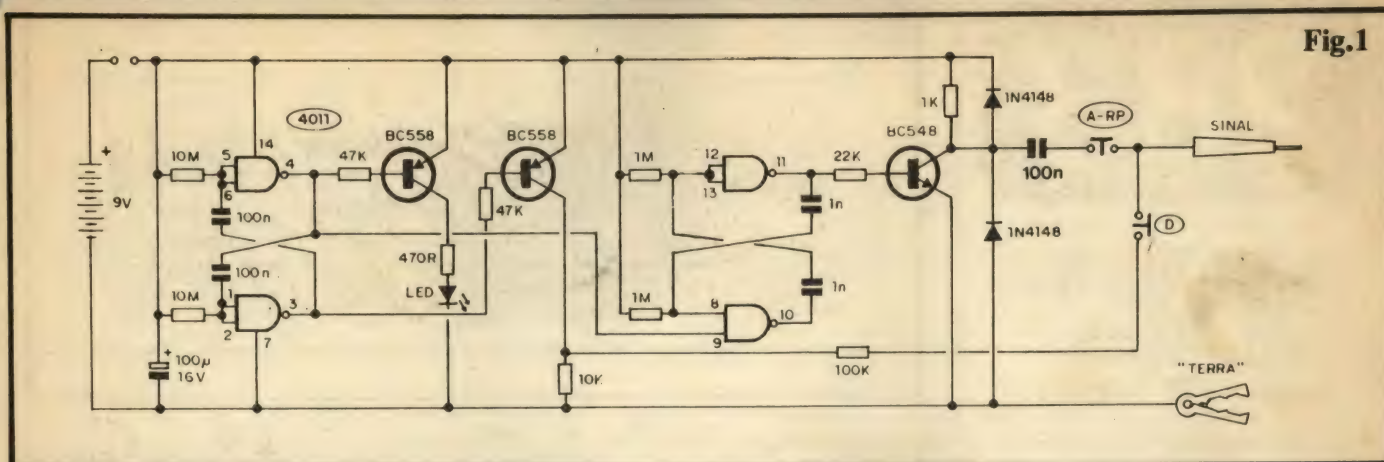

Fig.1
- FIG. 1 - O CIRCUITO - No núcleo ativo do sistema, um único Integrado C.MOS 4011 executa as principais funções... A oscilação responsável pelo sinal fundamental, em áudio, é gerada pelo FLIP-FLOP "simétrico" estruturado com os **gates** delimitados pelos pinos 8-9-10 e 11-12-13, auxiliados nos percursos de polarização e realimentação pelos dois resistores de 1M e dois capacitores de 1n... Devido ao "desenho em gangorra" desse ASTÁVEL, a forma de onda gerada é uma "quadrada simétrica", com "tempos" on e off praticamente idênticos... A Frequência básica assim gerada, situa-se na casa de 1 KHz, bem dentro da faixa de áudio na qual se convencionou analisar os circuitos que operem com tal tipo de sinal... Entretanto, a boa simetria, e o formato "quadrado" do sinal, enseja a geração de grande quantidade de **harmônicos** (múltiplos da Frequência fundamental), que atingem até centenas de MHz, ou seja: ampla faixa de RF, "chaveada" pela própria fundamental de áudio...! Dessa forma, não só sinais de áudio a 1KHz estarão presentes na Saída do bloco (pino 11 do 4011), mas também sinais aplicáveis a circuitos de rádios, desde AM (OM), até FM comercial, atingindo inclusive as elevadas zonas de VHF ocupadas pelos canais de TV convencionais! Notem ainda que, para perfeito "casamento" da impedância e nível dos sinais de Saída com os circuitos a serem provados, um **buffer** transisto-